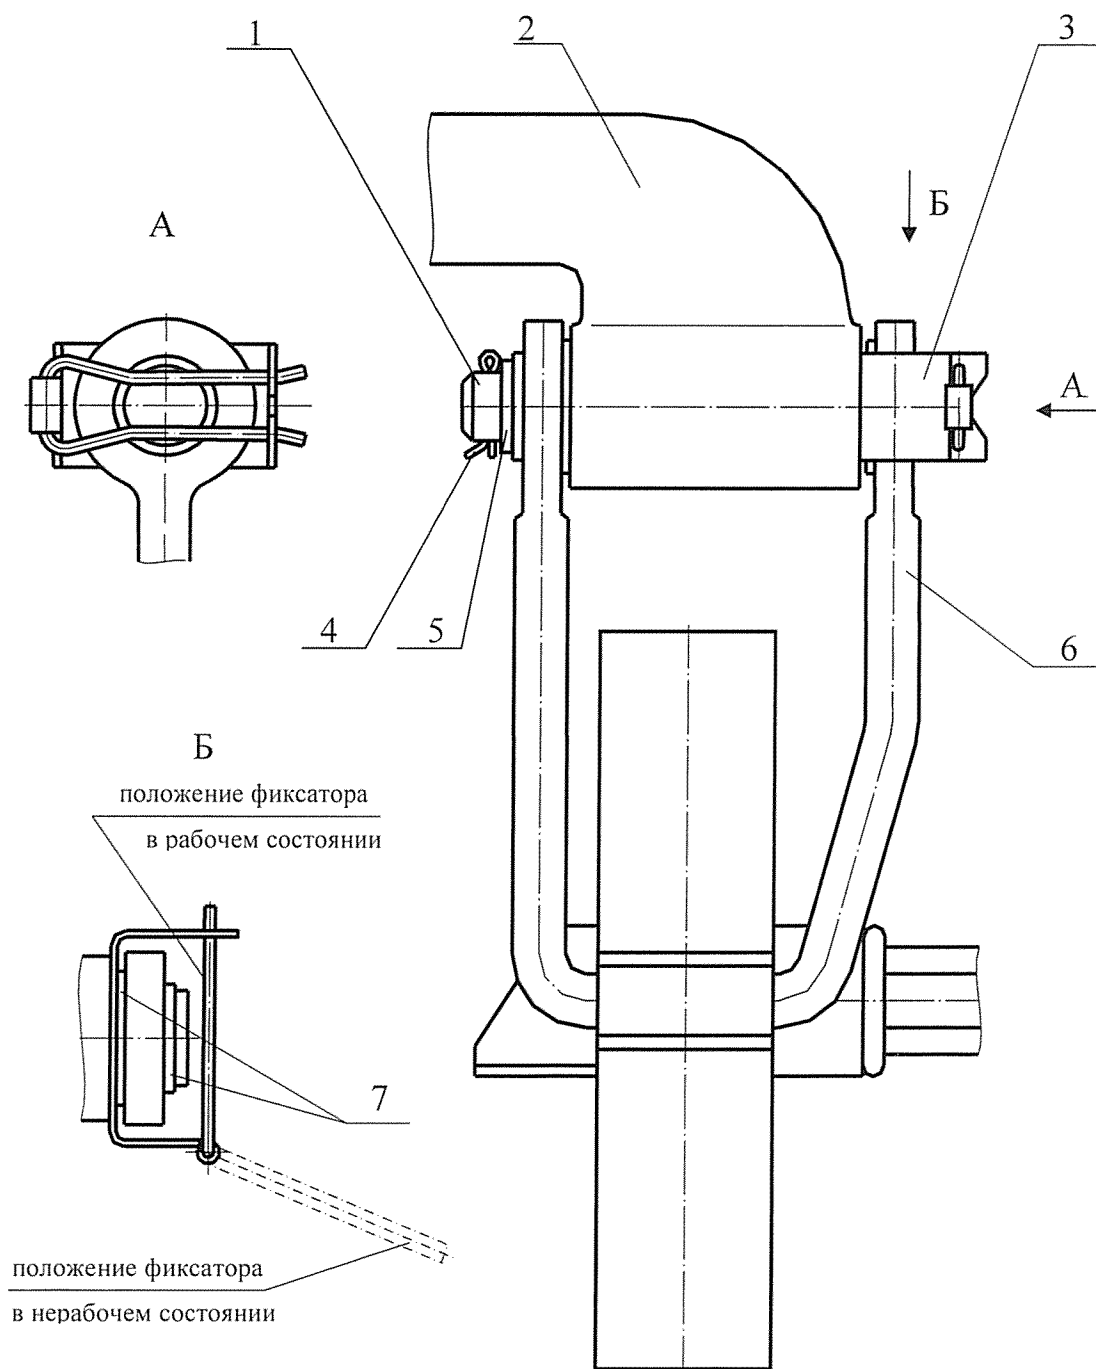

Рис.2. Установка предохранителя валика подвески тормозного башмака.
1.3 При монтаже скоба предохранителя 3 располагается между кронштейном 2 боковой рамы тележки (см. рис. 2) и резиновой втулкой 7, смонтированной в ушке подвески 6. Полки скобы охватывают ушко подвески.